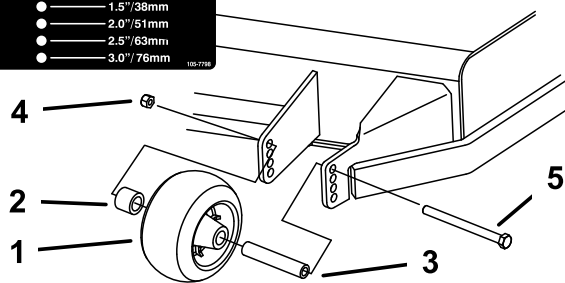
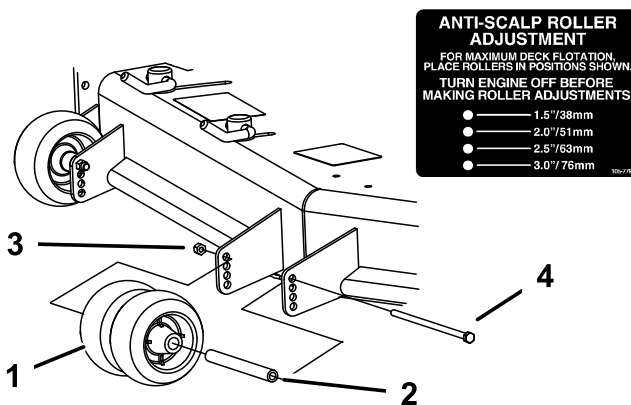
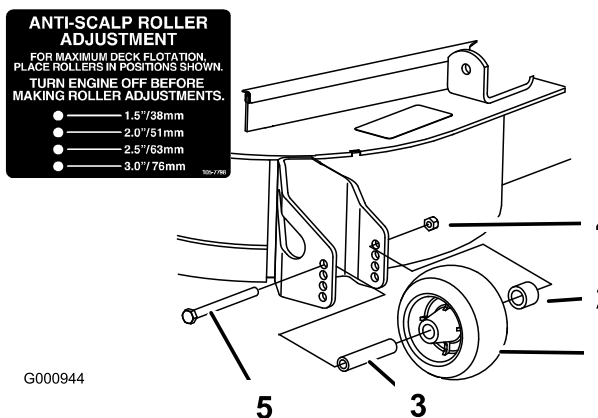

Figura 29
Figura 30
Figura 31
3. Regolate i rulli antistrappo come illustrato in Figura 29, Figura 30 e Figura 31.